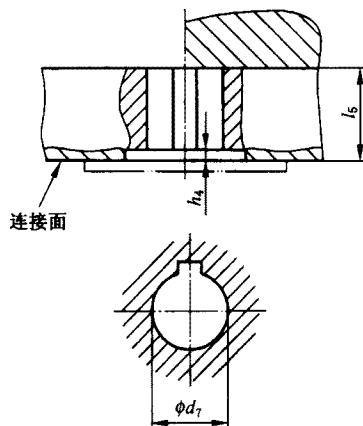
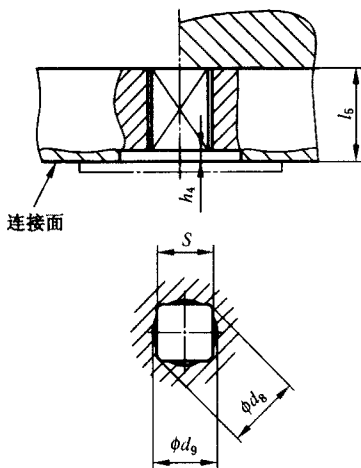
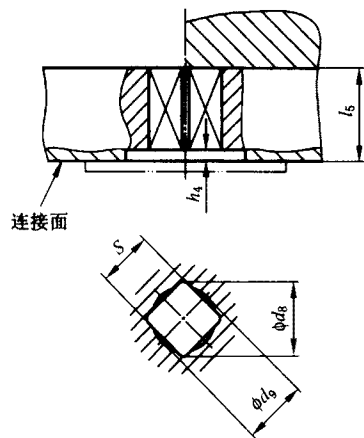
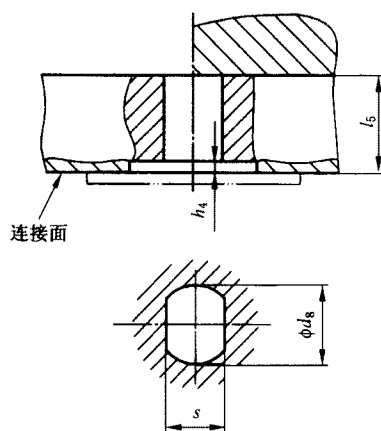

图 3 键连接驱动件示意图
图 4 平行方头驱动件示意图
图 5 对角方头驱动件示意图
图 6 扁头驱动件示意图
4.4.4 驱动件尺寸,键连接形式的尺寸按图 3 和表 4 的规定;方头连接形式按图 4、图 5 和表 5 的规定。扁头的连接形式按图 6 和表 6 的规定。
7.2.1 用键连接的驱动件的尺寸应按图 3 和表 4 的要求。
7.3.1 方头连接驱动件的尺寸应按图 4 或图 5 和表 5 的要求。 $d_8$  的选择由制造方确定。
7.4.1 扁头驱动件的尺寸应满足图 6 和表 6 的要求。